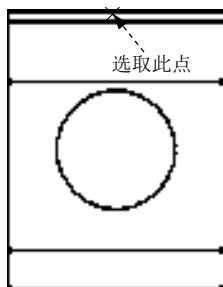

图 17.6.6 绘制圆 1
Step4. 绘制第一个圆。首先确认动态输入按钮  处于关闭状态，选择 **绘图(D)** → **圆(C)** → **圆心、直径(D)** 命令，选取图 17.6.6 所示的边线中点，向下移动鼠标，在命令行中输入长度 650 后按 Enter 键，输入直径值 550 后按 Enter 键，完成后的图形如图 17.6.6 所示。